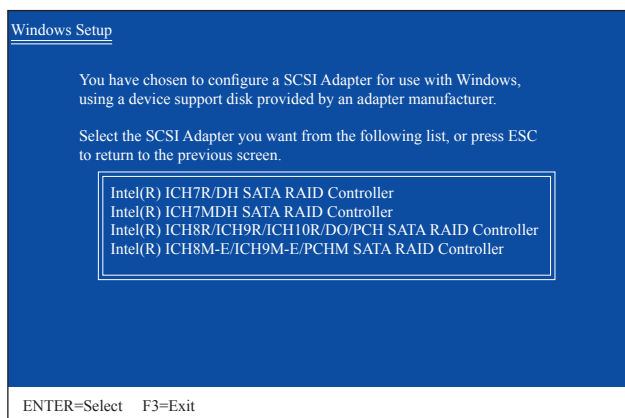

図 2
SATA RAID/AHCI ドライバを含むフロッピーディスクを挿入し、<S> を押します。次に、以下の図2のようなコントローラメニューが表示されます。**Intel (R) ICH8R/ICH9R/ICH10R/DO/PCH SATA RAID Controller** を選択し、<Enter> を押します。